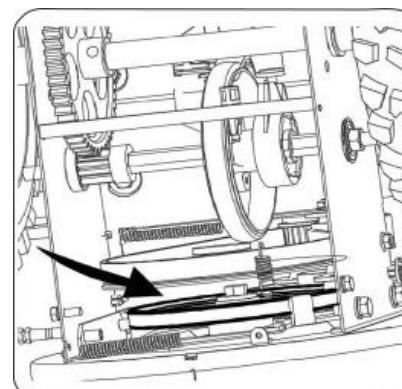

Рисунок 25
- Снять ремень со шкива шнека и пропустить его между опорной скобой и шкивом шнека. Смонтировать ремень шнека в обратном порядке, следуя инструкциям (см. рис. 25).